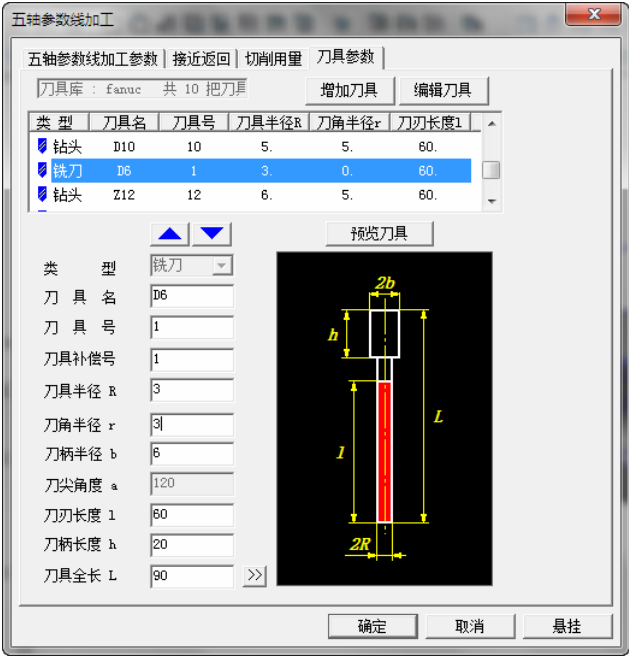

图 8-284 “刀具参数”选项卡
4) 单击“刀具参数”选项卡，选择 D6 球铣刀，其他“刀具参数”如图 8-284 所示。